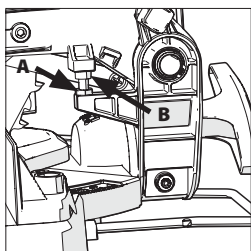

Fig. 12A + 12B
- Desserrez le contre - écrou sur la vis de butée du dispositif descendant de la tête de coupe avec une clé de 10 mm (non fournie). **(Fig. 12A)**